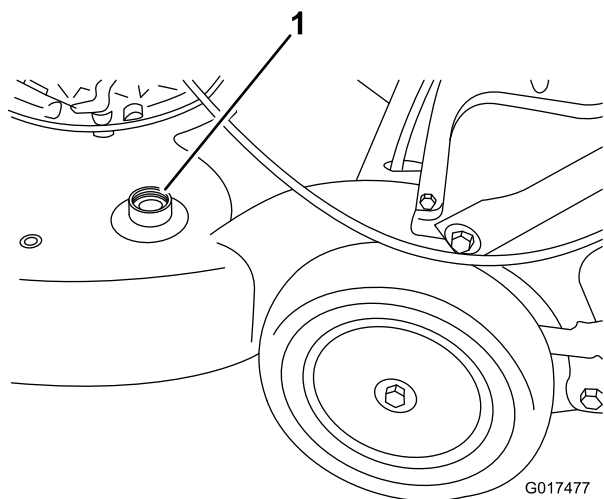

Figure 42
3. Branchez un tuyau d'arrosage relié à l'alimentation en eau au raccord de lavage du carter du tablier de coupe (Figure 42).